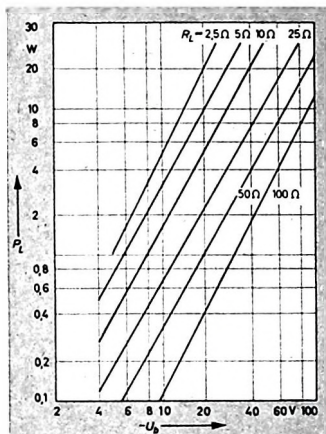

Bild 3. Übersichtsdiagramm zur Ermittlung des Lautsprecherwiderstandes R_L bei gegebener Speisespannung U_b und Sprechleistung P_L :
Da man den Lautsprecherwiderstand aber im allgemeinen nicht frei wählen kann, zeigt Bild 3 zur Orientierung den Zusammenhang zwischen Lautsprecherwiderstand R_L , Speisespannung U_b und Ausgangsleistung P_L entsprechend Gl. (2).